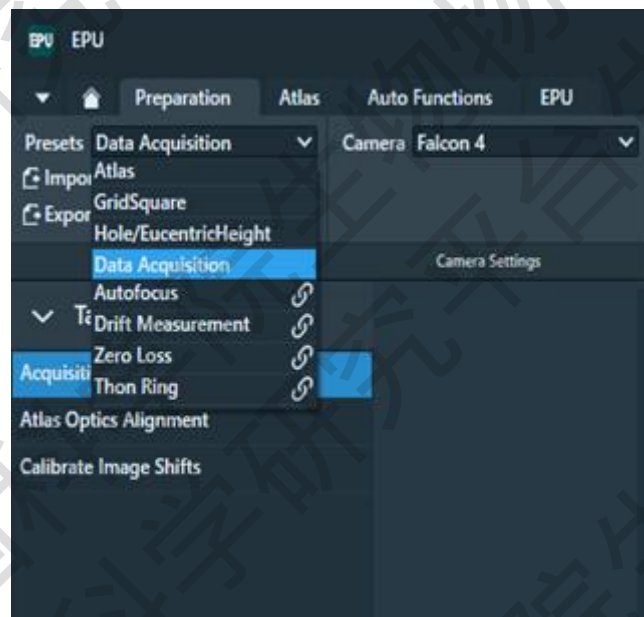

图 4 改变放大倍数
1. 通过切换 Preparations Presets 中的 Grid Square, Hole Eucentric Height、Data Acquisition 倍数（图 4）将视野由大到小进行拍摄，和使用右键 move stage here 调整位置，以确定视野落在非孔的碳膜上。